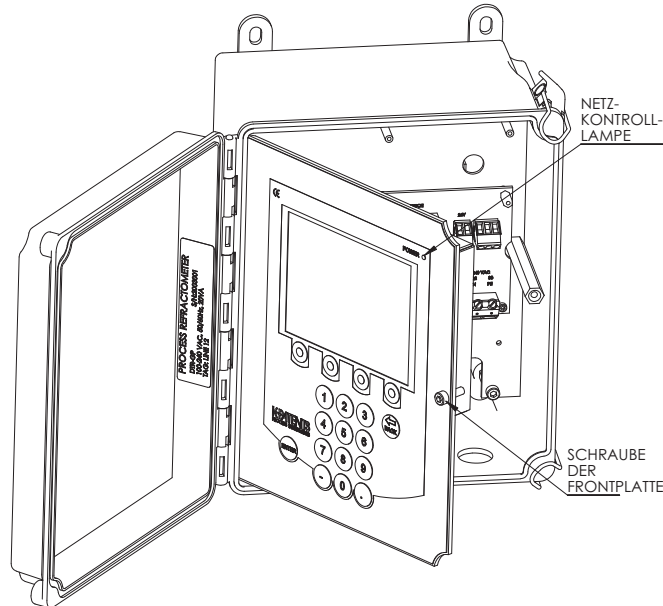
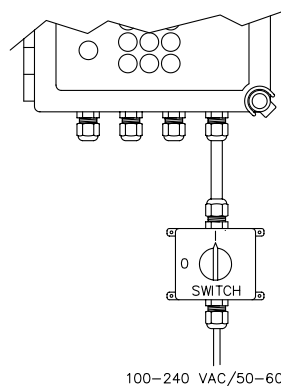

Abbildung 3.5 Öffnen der Frontplatte des Messumformers
Abbildung 3.6 Der empfohlene externe Netzschalter, Teile-Nr. PR-10900. Die Kontaktbelastbarkeiten sind 10A/230V
! Wichtig: Der DTR verfügt nicht über einen eingebauten Netzschalter. Das System ist daher immer eingeschaltet, wenn es an eine Stromquelle angeschlossen ist. Vaisala empfiehlt den Einbau eines externen Netzschalters, um die Spannungsversorgung des DTR zu unterbrechen (siehe Abbildung 3.6).
Alle elektrischen Anschlussklemmen des Messumformers befinden sich hinter der Frontplatte. Öffnen Sie zuerst die Gehäuseabdeckung. Lösen Sie dann die Schraube der Frontplatte (Abbildung 3.5) und öffnen Sie die Frontplatte. Alle Anschlussklemmen sind nun frei zugänglich.
⚠ Achtung! Überprüfen Sie, daß der Strom abgeschaltet wurde, bevor Sie die Frontplatte öffnen. Wenn die *grüne Netzkontrollleuchte* (Abbildung 3.5) leuchtet, heißt das, daß das System noch unter Spannung steht. Um den Strom vollständig abzuschalten, ziehen Sie den Netzstecker heraus oder schalten Sie ihn mit einem externen Netzschalter ab (Abbildung 3.6).
31 32 33 Netz, L(31), N(32), Schutz Erde (33), 100–240 V AC, 50–60 Hz. Es wird ein externer Netzschalter (Abbildung 3.6) empfohlen.